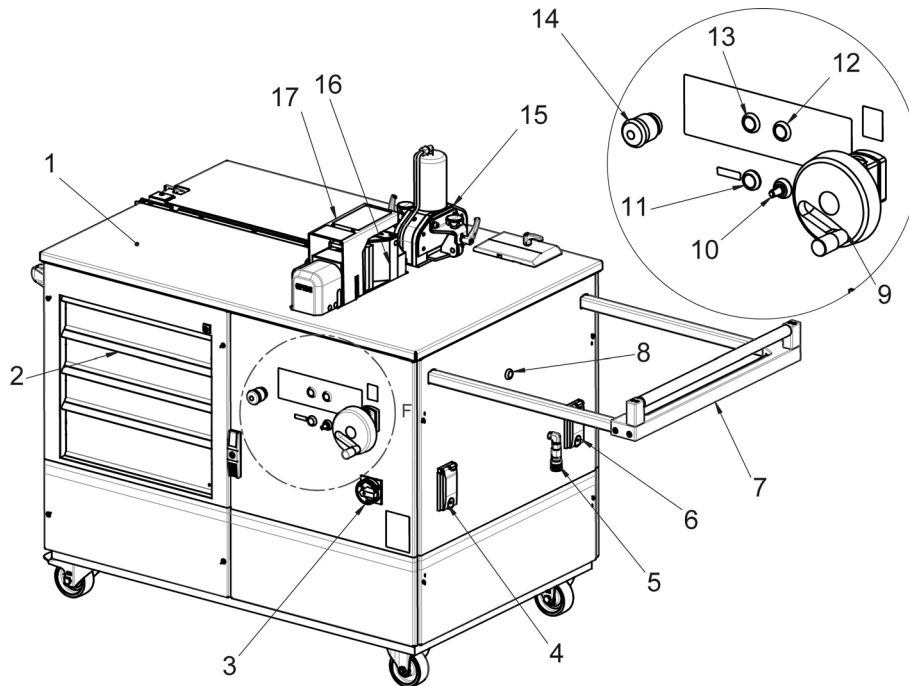
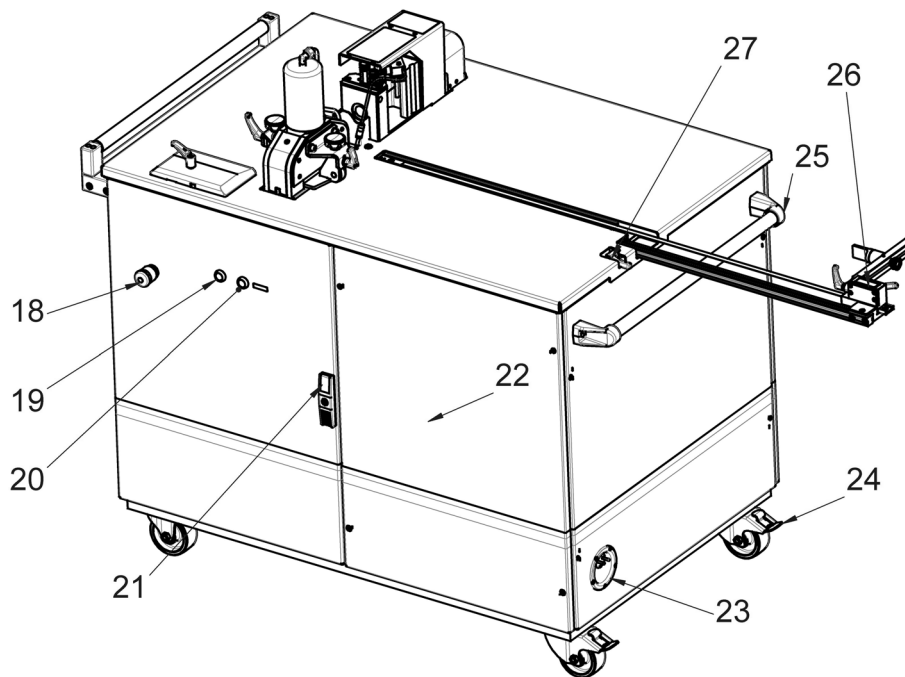

Fig. 1: Vista frontale
Fig. 2: Vista posteriore
L'interruttore di sicurezza a pedale singolo è collegato tramite una presa (fig. 1, 4) alla stazione mobile. Quattro pulsanti a pressione (fig. 1, 8, 12, 13 e fig. 2, 19) servono a selezionare la stazione di lavoro desiderata. La lavorazione è possibile solo su una stazione alla volta. L'unità di taglio (fig. 1, 15) per tagliare la lunghezza delle sbarre e l'unità di piegatura e perforatura (fig. 1, 16) sono protette da un piano di lavoro stabile, resistente all'abrasione, in acciaio inox (fig. 1, 1). Nel piano è integrato un finecorsa che può essere esteso a 1200 mm (fig. 2, 26) ed è utilizzabile da tutte le stazioni.
Un ulteriore raccordo idraulico (fig. 1, 5) consente il collegamento di unità idrauliche esterne per estendere le stazioni di lavoro esistenti. Per semplificare la lavorazione di pezzi lunghi, la «stazione mobile» è dotata di un rullo di supporto estraibile (fig. 1, 7).
Due arresti di emergenza (fig. 1, 14 e fig. 2, 18) possono fermare immediatamente la pompa idraulica in situazioni di pericolo, consentendo il ritorno dell'utensile nella sua posizione iniziale. Con l'impiego di un convertitore di frequenza è possibile la regolazione della velocità degli utensili tramite potenziometro (fig. 1, 10). Durante la foratura e la punzonatura, il corpo principale è coperto da una cuffia di protezione (fig. 1, 17). L'altezza del corpo principale può essere regolata facilmente con una manopola (fig. 1, 9) in base alle indicazioni sul display. Quattro ampi cassette con serratura (fig. 1, 2) offrono spazio sufficiente per riporre gli utensili utilizzati e il materiale di lavoro. Un contenitore di raccolta degli scarti di rame si trova dietro la porta (fig. 2, 21) accanto al quadro elettrico (fig. 2, 22). Il cavo di alimentazione (fig. 2, 23) è incorporato nel pannello laterale della «stazione mobile» e, quando necessario, può essere esteso alla lunghezza massima di 4,5 metri o rimanere completamente arrotolato.
- Inserire il cavo di alimentazione dell'interruttore a pedale nella presa quadripolare (fig. 1, 4).
- Settare l'interruttore di accensione della stazione mobile su (I) per mettere l'unità in standby.
I laser si accendono o spengono con i pulsanti (fig. 1, 11 e fig. 2, 20). Per prolungare la vita del laser, essi spengono automaticamente dopo 15 minuti. I laser vengono riaccesi premendo brevemente l'interruttore a pedale o premendo il pulsante corrispondente.
- Regolare l'altezza del corpo principale con la manopola girevole (fig. 1, 9) e allineare la matrice di piegatura al centro del pezzo.